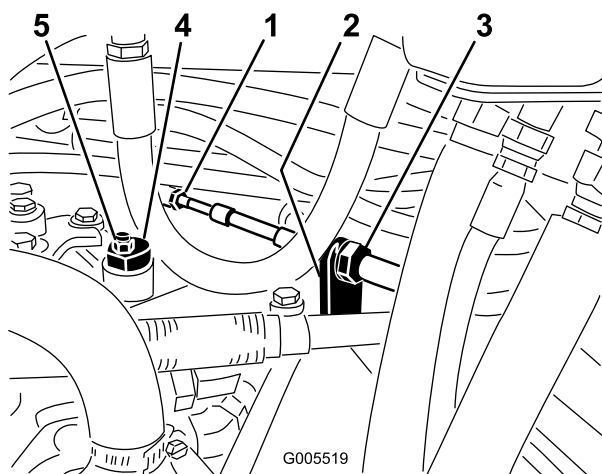

図 55
- A. 走行ケーブルを油圧トランスミッションのバルクヘッドに取り付けているジャムナット（図 55）を両方ともゆるめる。ジャムナットは調整ができるよう十分に、また均等にゆるめること。
**注** 偏芯ナットをトランスミッション上部に止めているナット（図 55）をゆるめる。
- C. どちらにも車輪が回らないように偏芯ナットを回して調整する。調整ができたなら固定ナットを締める（図 55）。スロットルSLOW およびFAST 位置で調整が正しいことを確認する。
- D. バルクヘッドのそれぞれの側から、ロックナットを均等に締め付けて、ケーブルを固定する（図 55）。ケーブルをねじらないように注意すること。